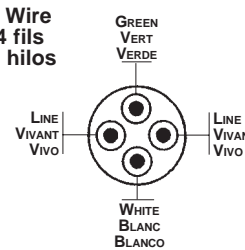

Fig. 1
- Choisir l'extrémité du cordon dont l'arrangement des couleurs des conducteurs correspond à celui des bornes comme indiqué à la fig. 1.